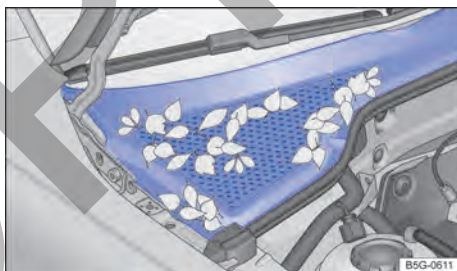

Fig. 185 Entre el compartimento del motor y el parabrisas: caja de agua (representación esquemática).
- La caja de aguas está ubicada en el compartimento del motor, entre el parabrisas y el motor, y bajo una cubierta perforada → fig. 185. El aire ambiente es aspirado de la caja de aguas al interior del vehículo por medio del sistema de calefacción y ventilación o del aire acondicionado.